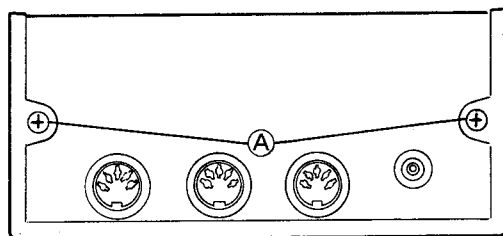

Fig. 1
- Remove the 2 screws ① (3x5 bind head screw). (Refer to Fig.1)
- ネジ①2本(3×5バインド小ネジ)取り除きます。(Fig.1 参照)